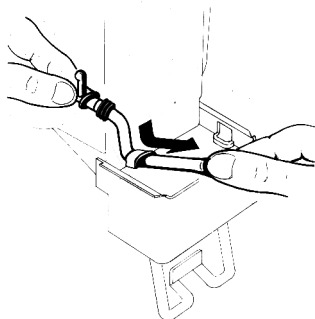

figura 14
- 2 - Inserire il gommino rubinetto nella sede orizzontale sul fondo del contenitore bevanda (vedere figura 14).